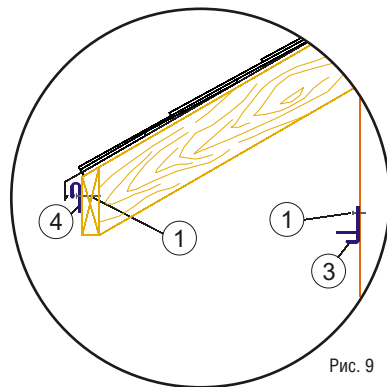

Рис. 9
- 2.1. При отсутствии направляющих брусков закрепите на стене F-планки ③ (рис. 9).